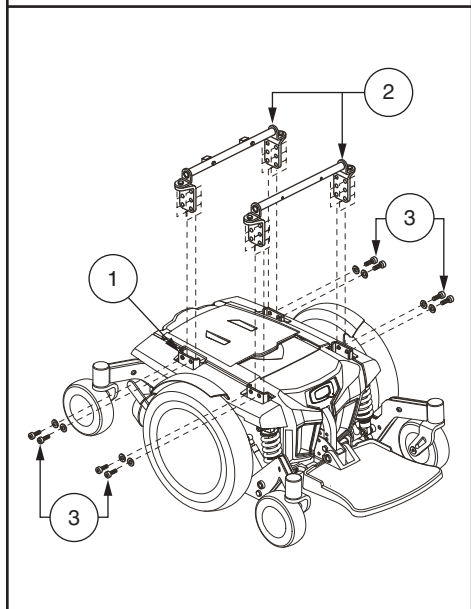

Figura 10. Regolazione dell'altezza/angolazione del sedile
7. Rimuovere i morsetti di fissaggio che uniscono le barre a trapezio ai pali del sedile. **Vedere la figura 10.**